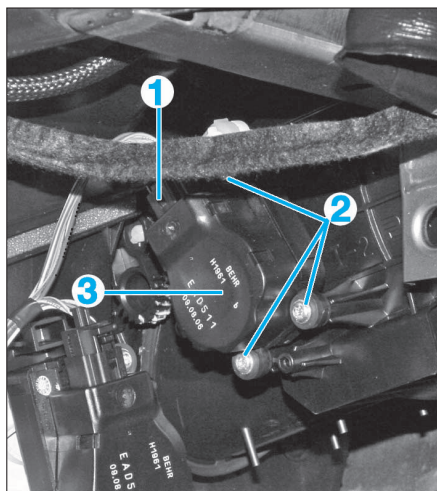

FIG. 25
- Débrancher le connecteur électrique (1) du motoréducteur de recyclage d'air (Fig.25).